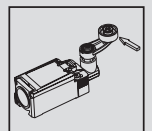

Abb. 2
- Zusätzliche Fixierung durch Führungsscheibe bei seitlich auftretenden Anfahrkräften (Abb. 2 und S. 71)